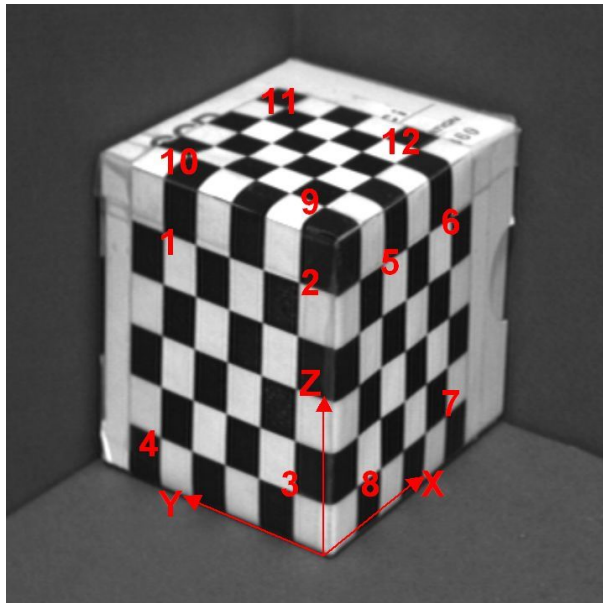

Figure 5: Objet de calibrage et ordre de saisie des points
- Un cube de calibrage (Figure 5) dont les carrés ont 1cm de côté.
1. Placez l'objet de calibrage (Figure 5) à un minimum de 50 cm des 2 caméras en prenant soin d'avoir une vue correcte des trois plans dont vous aurez besoin pour le calibrage et ce dans chacune des vues (Gauche et Droite).
2. Sélectionnez les 12 points de calibrage dans chaque image en suivant l'ordre de la Figure 5 (fonction `ginput()`). Il peut être utile de convertir ces données en valeurs entières (fonction `round()`)